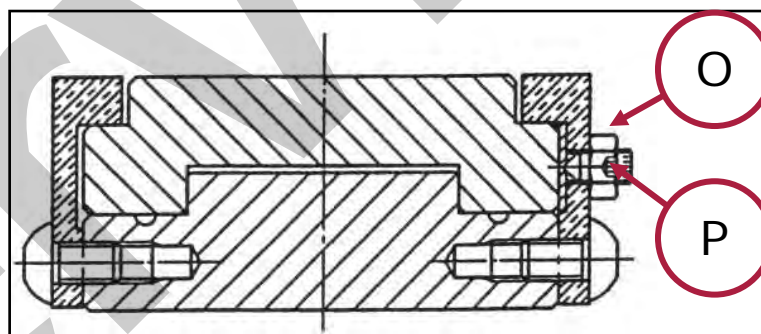

Figura 21 - Eliminazione del gioco della slitta obliqua.
1. svitare i dadi di bloccaggio della slitta (rif. O in f Figura 21);